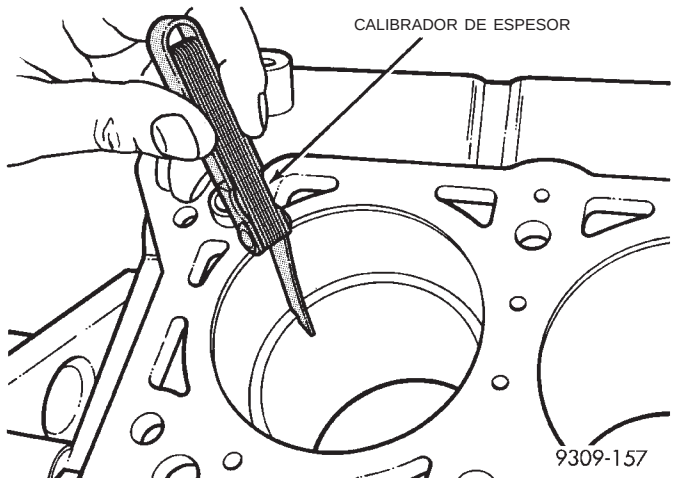

Fig. 5 Luz de aros de pistón
(1) Limpie el diámetro interno del cilindro. Inserte el aro y presione hacia abajo junto con el pistón para asegurarse de que calce correctamente en el hueco. La medición de la luz entre puntas de aro debe efectuarse con el aro colocado, por lo menos, a 12 mm (0,50 pulg.) de la base del diámetro interno del cilindro. Verifique la luz con el calibrador de espesor (Fig. 5). Consulte el Cuadro de especificaciones de aros de pistón.